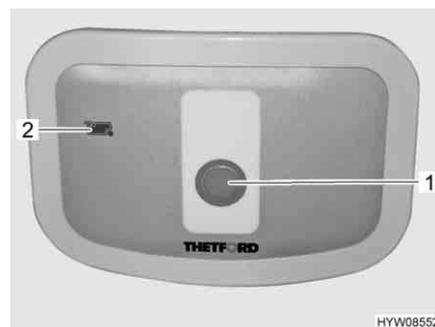

Bild 225 Spülknopf/Kontroll-Leuchte
- Zum Spülen den blauen Spülknopf (Bild 224,1 bzw. Bild 225,1) drücken.
Die Kontroll-Leuchte (Bild 224,2 bzw. Bild 225,2) leuchtet, wenn der Fäkalientank entleert werden muss.